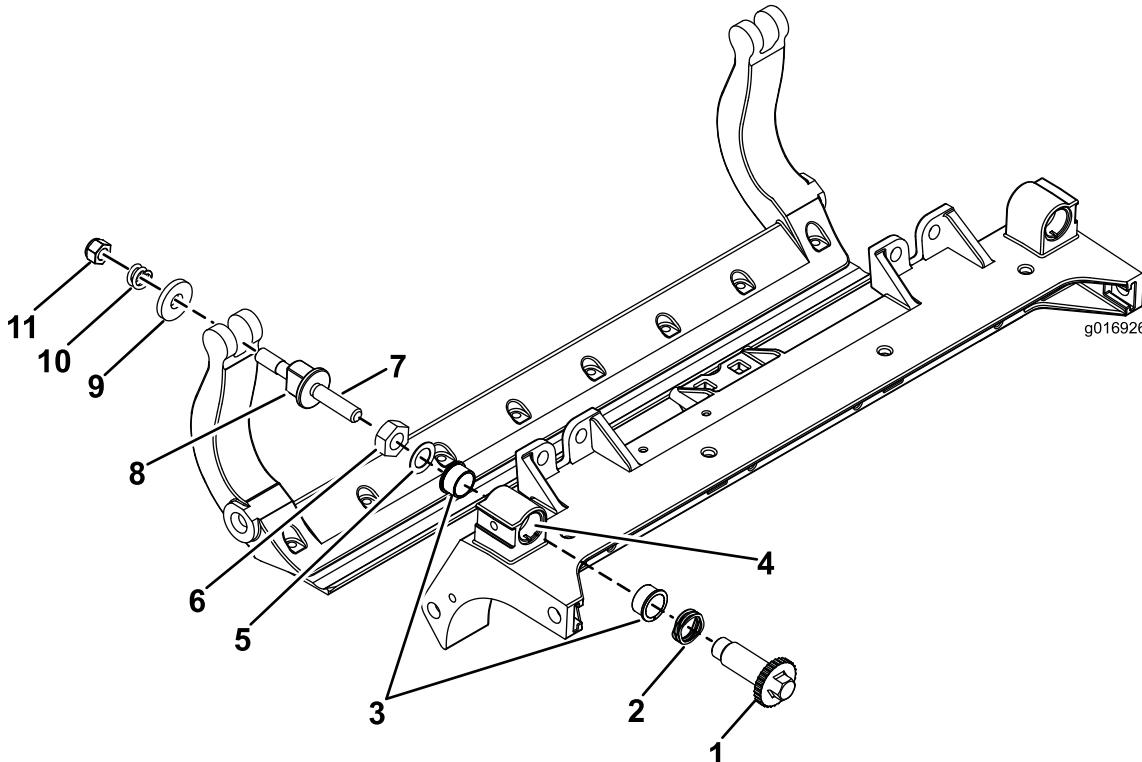

図 41
- 全部のパーツを取り外すHD DPA キットの 取り付け要領書 および図 41を参照。
- カッティングユニットのセンターフレームのブッシュ挿入場所に固着防止剤を塗布する図 41。
- フランジブッシュのキーとフレームのキー溝を揃えて、ブッシュを挿入する図 41。
- アジャスタシャフトにウェーブワッシャを通し、アジャスタシャフトをカッティングユニットのフレームのフランジブッシュに通す図 41。
- 平ワッシャとロックナットでアジャスタシャフトを固定する図 41。
- その外側からスチール製ワッシャを取り付ける図 41。
- 注** 内側のワッシャには遊びがあつてかまいません 図 41。
- 各ベッドバー・アジャスター・センブリを締め付けて圧縮スプリングを完全に圧縮し、そこから1/2回転だけ戻す図 41。